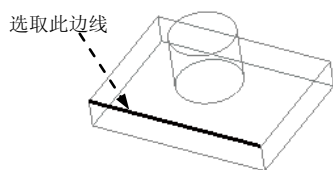

图 3.5.1 选取一条边线
(1) 在屏幕右下方的“智能选择栏”中选择 **几何**，然后选取图 3.5.1 所示的边线。